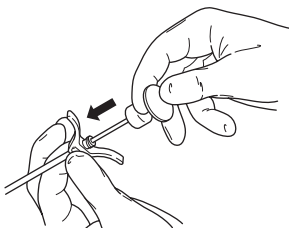

Figura 5 - Injecte o material de aumento ósseo utilizando o obturador de cimento
- Sob orientação fluoroscópica, injecte o material de aumento ósseo utilizando o obturador de cimento (figura 5).